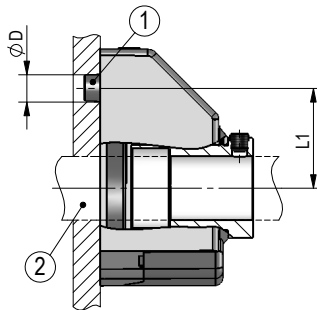

Abb. 1: Einbaumaße
- ▶ Sorgen Sie für einen geringen Wellen- und Winkelversatz zwischen Welle und Aufnahmebohrung durch geeignete Fertigungsmaßnahmen (siehe Abb. 1 + Tab. 1).
Vorbereitung Montage (Abb. 1, Abb. 2, Abb. 3):
Montage (Abb. 1, Abb. 2, Abb. 3):